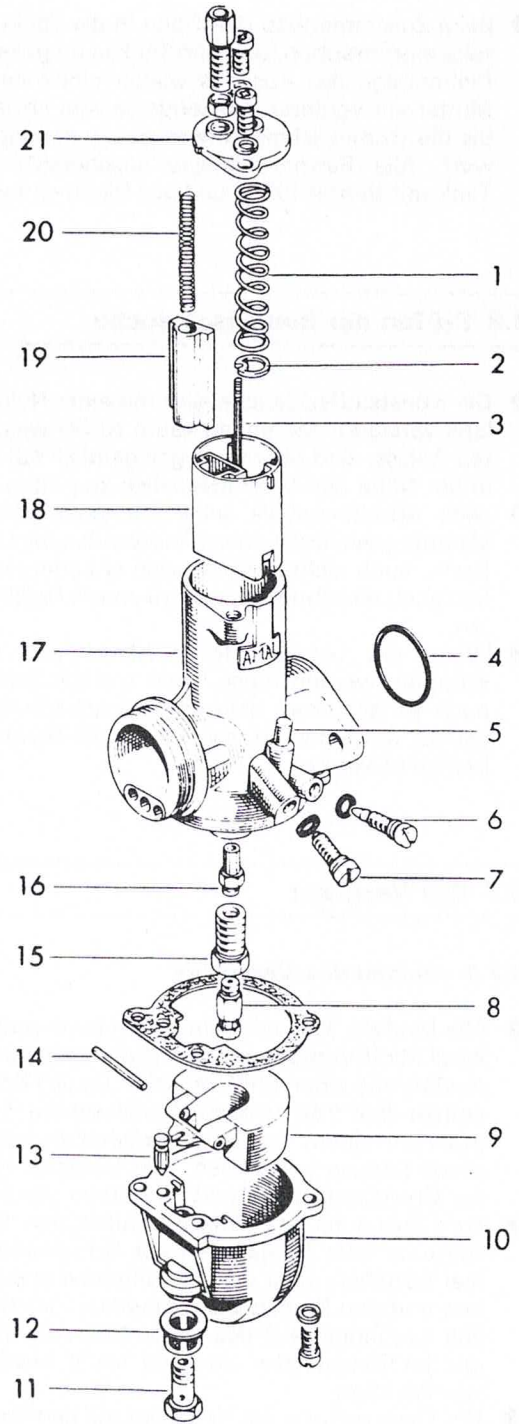

Bild 99 Der konzentrische Amal-Vergaser
- Alle Modelle sind mit dem neuen konzentrischen Amal Mk II-Vergaser ausgerüstet, dessen neueste Ausführung einen Chokeschieber für den Kaltstart enthält (Bild 99). Je nach Modell werden die Vergaser an einem Flansch angeschraubt oder auf einen Stutzen geschoben. Alle Vergaser sind in der Grundkonzeption und im Aufbau gleich.